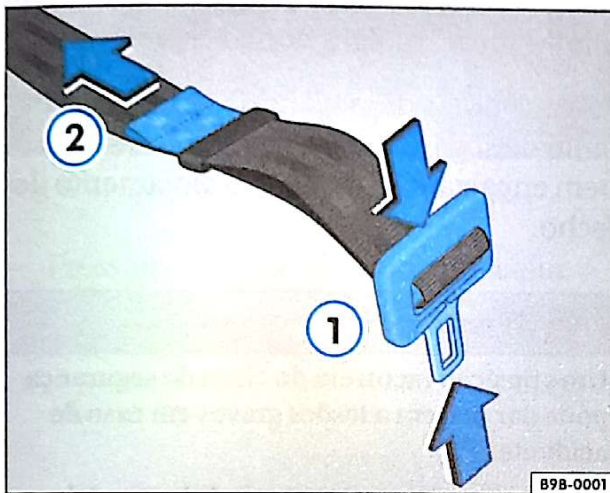

Fig. 15 Cinto subabdominal
- Pressione a lingueta conforme ilustrado ⇒ fig. 15 ① -setas- e alongue totalmente o cinto.
- Aperte a lingueta contra o fecho e puxe a extremidade ⇒ fig. 15 ② até atingir uma folga máxima de 3 dedos (5 cm) na região subabdominal.